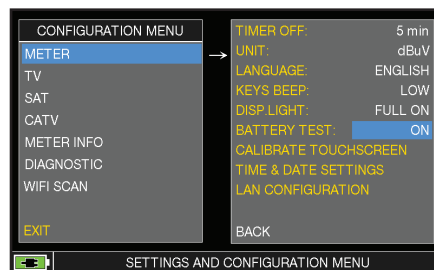

FIG. 2*
- Sélectionner «METER» (Fig. 2) et Appuyer sur «ENTER» pour confirmer;
- Sélectionner «BATTERY TEST» puis «ON» (Fig. 2);